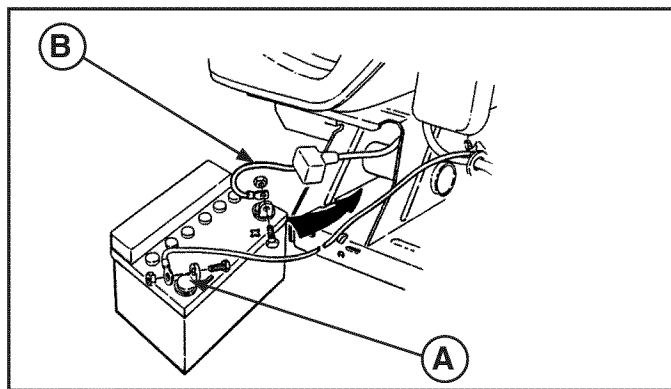

FIGURA 14
1. Desconecte los cables de la batería, primero el negativo (**B**, Figura 14).